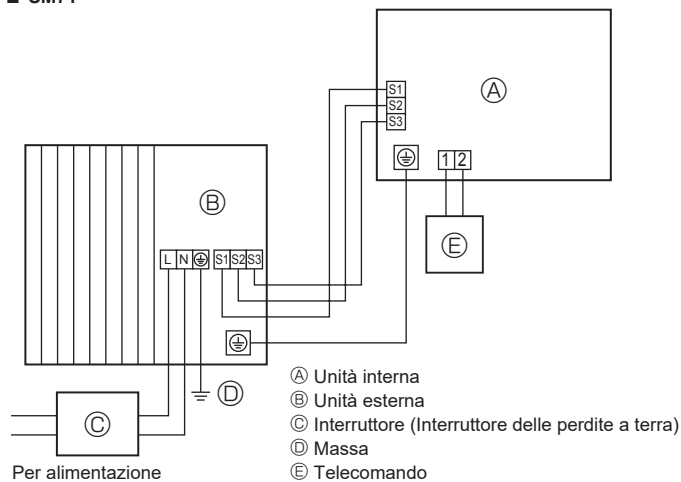
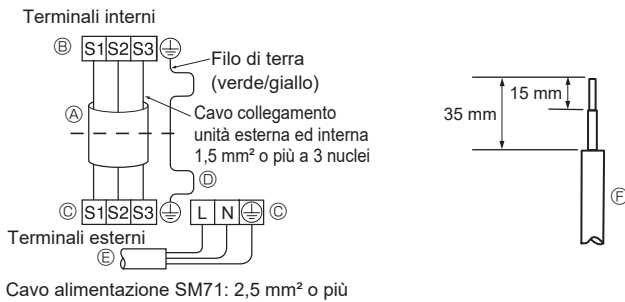
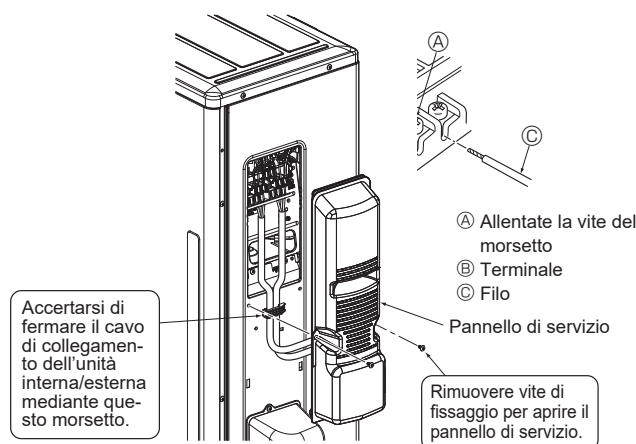

Fig. 6-1
Fig. 6-2
Fig. 6-3
### 6.1. Unità esterna (Fig. 6-1, Fig. 6-2, Fig. 6-3)
- ① Rimuovere il pannello di servizio.
- ② Collegare i cavi facendo riferimento alla Fig. 6-1, Fig. 6-2 e Fig. 6-3.
- Eseguire i collegamenti elettrici seguendo lo schema ripreso qui sotto a sinistra (Procurarsi il cavo localmente). (Fig. 6-2)